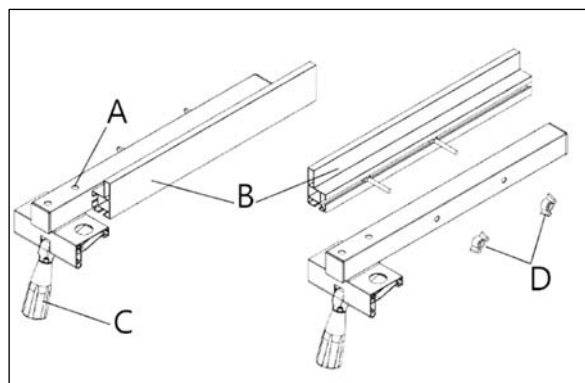

Рисунок 20.
- Ослабьте и снимите две ручки. D (рис. 20)
Параллельность упора и боковой поверхности пильного полотна можно настроить, регулировочными винтами А (рис. 20).